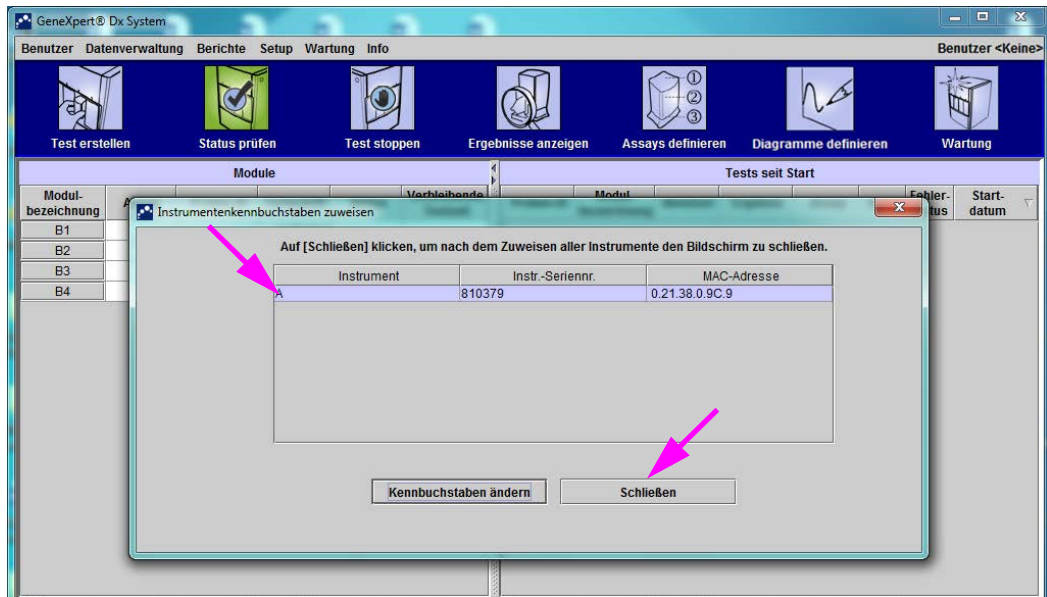

Abbildung 2-59. Fenster des GeneXpert Dx-Systems mit überlagertem Dialogfeld „Instrumentenkennbuchstaben zuweisen“
7. Klicken Sie auf **Schließen**, um das Dialogfeld „Instrumentenkennbuchstaben zuweisen“ zu schließen (siehe Abbildung 2-59). Im Dialogfeld „Instrumentenkennbuchstaben zuweisen“ werden die neu zugewiesenen Kennbuchstaben für die Module angezeigt.